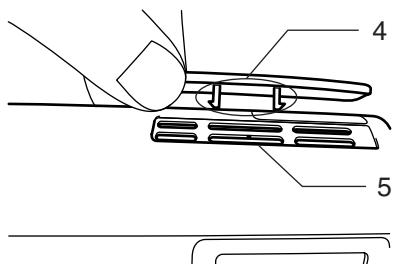

Fig. 4
- Place the dust cover attachment so that the side of the dust cover attachment with the marking (A, B or C) faces towards the tool head. Snap the pins of the dust cover attachment in the vent. (**Fig. 4**)
- Placez le capuchon antipoussière de sorte que le côté qui porte l'indication (A, B ou C) soit orienté vers la tête de l'outil. Mettez le capuchon antipoussière sur la sortie d'air de sorte que les broches du capuchon se mettent en place en émettant un bruit sec. (**Fig. 4**)
- Bringen Sie den Staubfänger so an, dass die Seite mit der Markierung (A, B oder C) zum Maschinenkopf gerichtet ist. Rasten Sie die Stifte des Staubfängers in den Lüftungsschlitz ein. (**Abb. 4**)
- Sistemare l'accessorio coperchio polvere in modo che il suo lato con il segno (A, B o C) sia rivolto verso la testa dell'utensile. Far scattare i perni dell'accessorio coperchio polvere nell'apertura di ventilazione. (**Fig. 4**)
- Montere de stofkap zodanig dat de zijde met de markering (A, B of C) ernaar de kop van het gereedschap is gericht. Zet de pennen van de stofkap vast in de openingen in de luchtuiltaat. (**Fig. 4**)
- Ponga el accesorio de cubierta contra el polvo de forma que el lateral del accesorio de cubierta contra el polvo con la marca (A, B o C) quede orientado hacia la cabeza de la herramienta. Encaje el enganche del accesorio de cubierta contra el polvo en la abertura de ventilación. (**Fig. 4**)